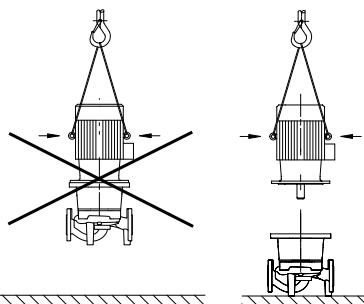

Рис. 16: Упоры двигателя
- Петли на двигателе использовать только для транспортировки двигателя, а не всего насоса (рис. 16).